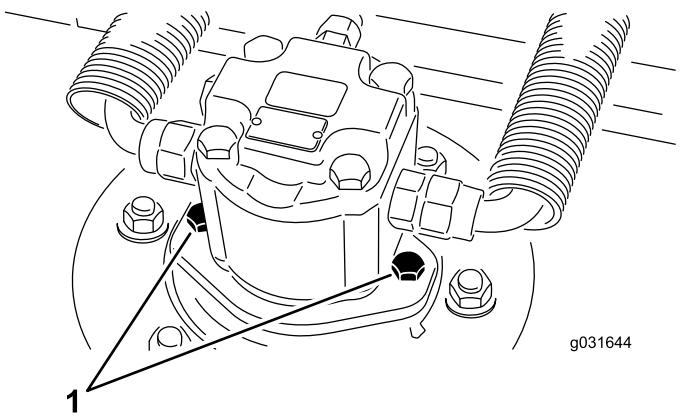

Figure 67
- Retirez les vis du moteur hydraulique, puis débranchez et déposez le moteur hydraulique de l'unité de coupe (Figure 67).
- À l'aide des vis de fixation du moteur hydraulique, reposez le moteur hydraulique sur l'unité de coupe (Figure 67).